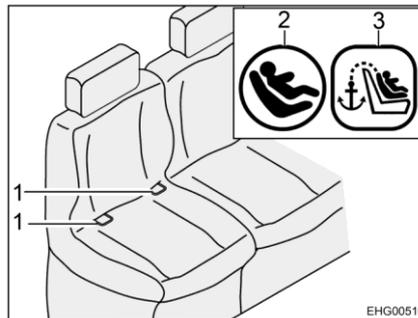
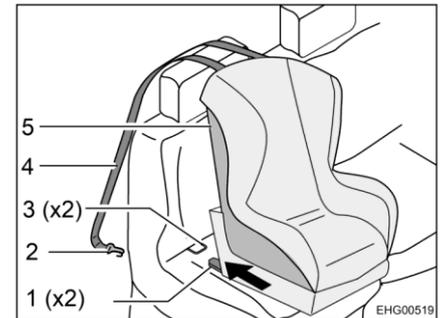

Fig. 11 Sedile con Isofix
Fig. 12 Fissaggio con Top Tether
- Innestare i braccetti di ritenuta (Fig. 12,1) nella staffa di supporto (Fig. 11,1 e Fig. 12,3). Al momento dell'innesto dovrebbe essere possibile sentire un "clic".
- Scuotere con decisione il seggiolino per bambini (Fig. 12,5) per verificare che sia ben fissato.
- Portare la cintura Top Tether (Fig. 12,4) sul poggiatesta del sedile.
- Agganciare il gancio di fissaggio (Fig. 12,2) al punto di ancoraggio sul retro del sedile del veicolo.